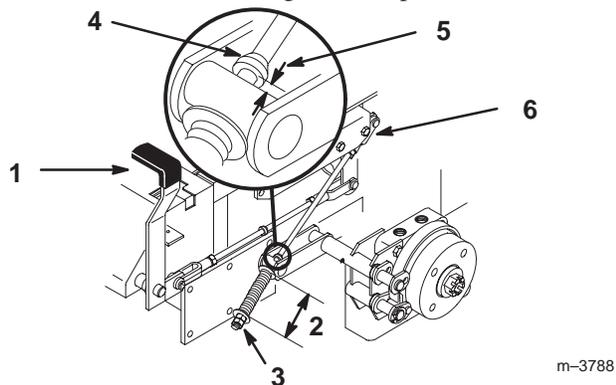

Figure 57
2. Mesurez la longueur du ressort. Les rondelles doivent être distantes de 70 mm (2-3/4") (Fig. 57).
3. Si un réglage est requis, desserrez l'écrou de blocage situé sous le ressort et serrez l'écrou directement au-dessous de la chape (Fig. 57). Vissez l'écrou jusqu'à ce que le ressort ait la longueur voulue. Serrez les deux écrous ensemble et répétez la procédure de l'autre côté de la machine.
6. Mesurez la distance entre le galet de tourillon et le collier sur la tige de frein. Elle doit être comprise entre 5 et 7 mm (3/16 et 1/4") (Fig. 57).
7. Si un réglage est requis, desserrez l'écrou de blocage situé juste au-dessous de la chape. Tournez la tige inférieure jusqu'à obtention de l'écart voulu (Fig. 57). Serrez l'écrou de blocage à la chape.